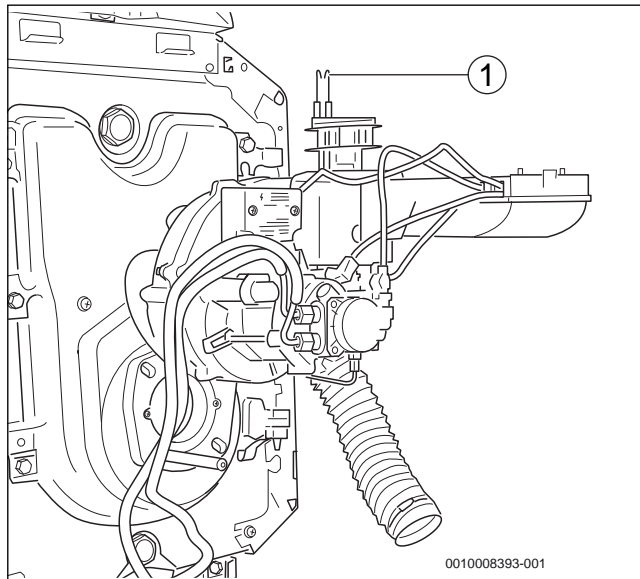

Рис. 35 Установка горелки в положение для обслуживания
- ▶ Установите горелку в положение для обслуживания (→рис. 35).